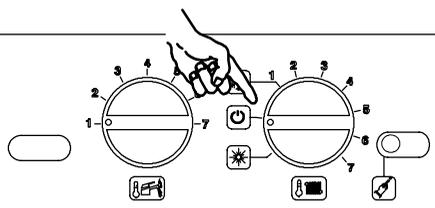

Figura 6.7 Pannello comandi.
- 23 Spegnerne la caldaia portando il selettore di funzione sulla posizione  **Figura 6.7**